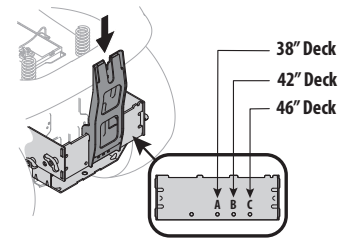

Figure 5
1. Installez le support vertical sur l'ensemble de montage du tracteur en l'accrochant sur le support de montage transversal. Voir Figure 5.